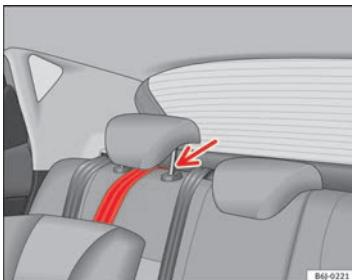

Fig. 28 Correa de sujeción: correcto ajuste y montaje
- Dirigir la correa de sujeción del Top Tether por debajo del apoyacabezas de la plaza posterior → fig. 28 (levantar el apoyacabezas si es necesario).